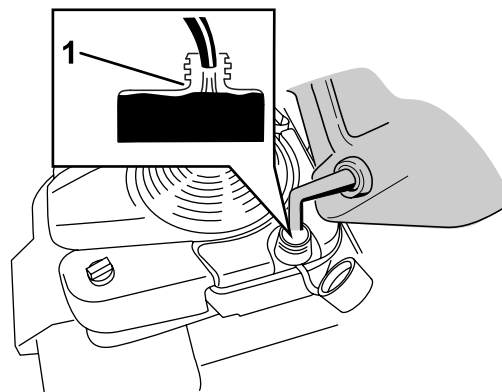

Bild 12
1. Reinigen Sie den Bereich um den Tankdeckel und nehmen den Deckel ab (Bild 12).